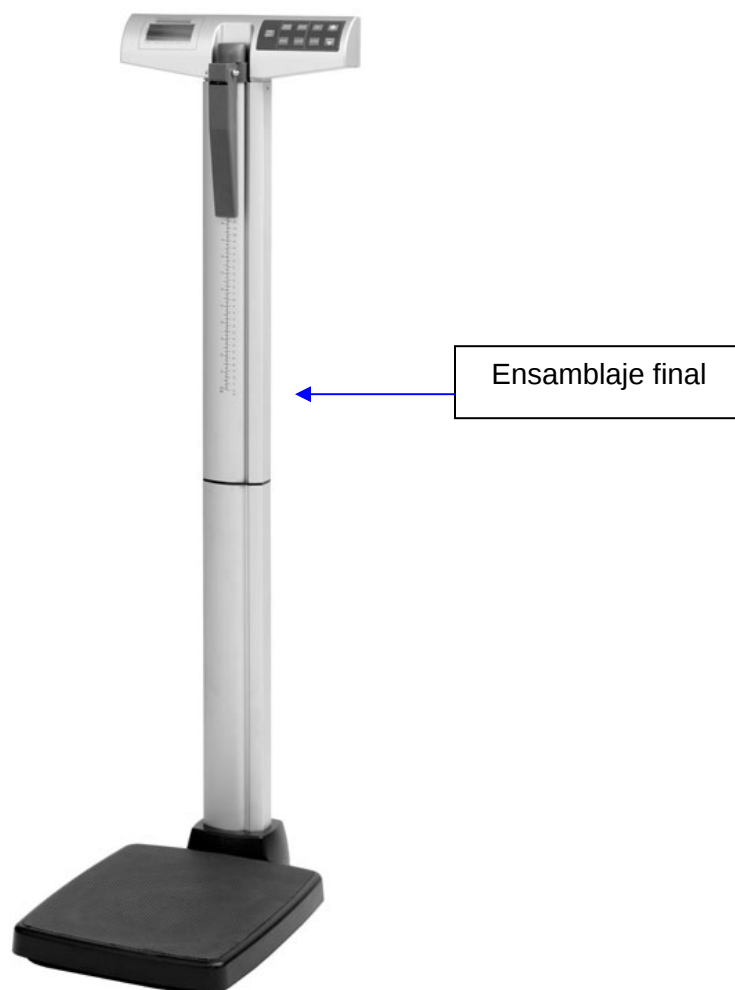

Figura 11
13. La balanza está ensamblada y lista para utilizarse (ver la figura 11).